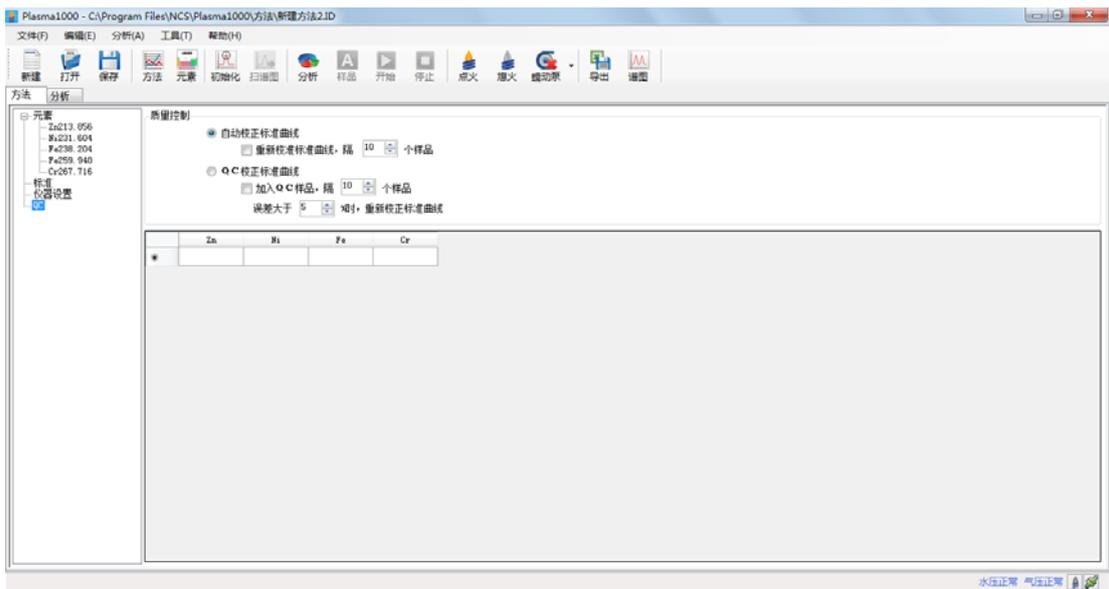

图 15 QC 的设定
7) **QC** 设置。主要包括两个方面，首先，自动校正曲线，其次加入 QC 样品的校正。主要作用是人为或计算机自动判断仪器状态，来决定是否重新标准化。这一项可以设定也可以不设定（此项非必选项）。如图 15 所示。